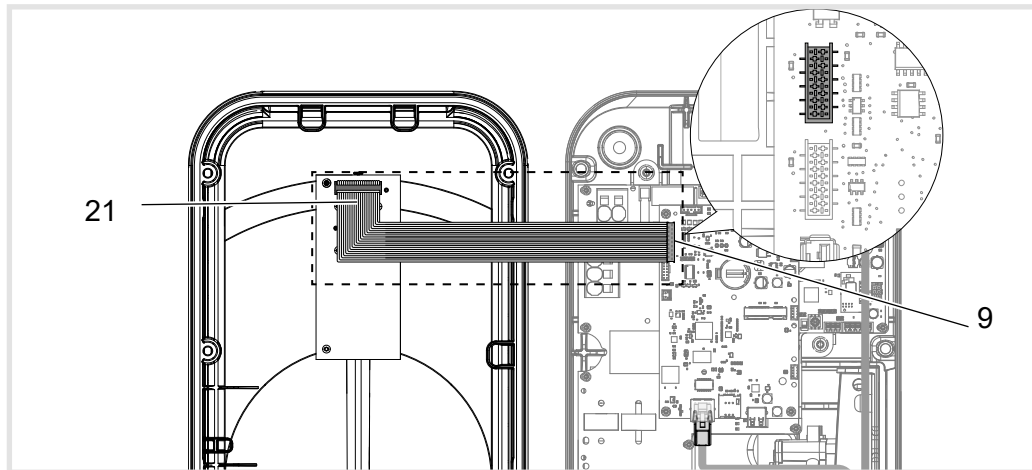

Bild 24: HMI-Verbindungskabel montieren
- Verbindung zwischen der Platine im Gehäusedeckel (21) und der Platine im Gehäuse (9) herstellen (Bild 24).